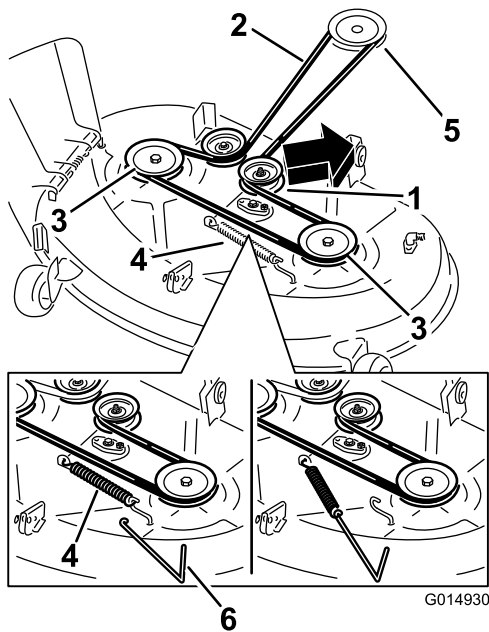
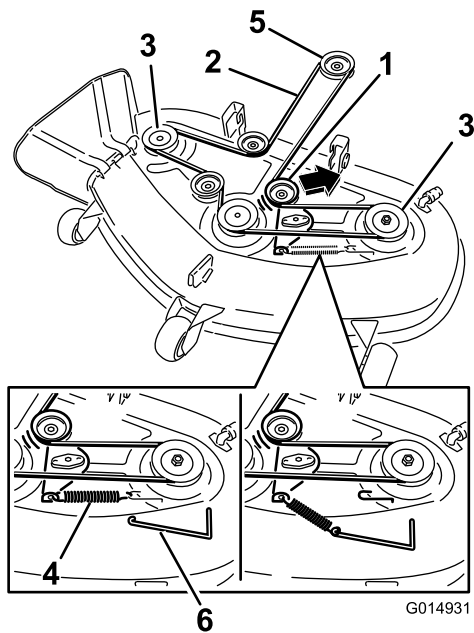

Figura 59
Figura 60
4. Usando una herramienta para la retirada de muelles (Pieza Toro N° 92-5771), retire el muelle tensor del gancho de la carcasa para eliminar la tensión de la polea tensora, y retire la correa de las poleas (Figura 59 y Figura 60).
6. Usando una herramienta para la retirada de muelles (Pieza Toro N° 92-5771), instale el muelle tensor sobre el gancho de la carcasa y tense la polea tensora y la correa (Figura 59 y Figura 60).
5. Pase la correa nueva alrededor de las poleas del motor y del cortacésped (Figura 60).